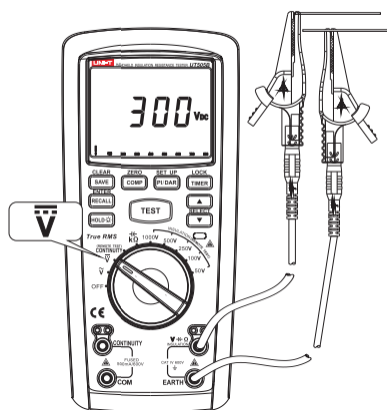

Figura 5
2. Medição da Tensão DC (ver figura 5)